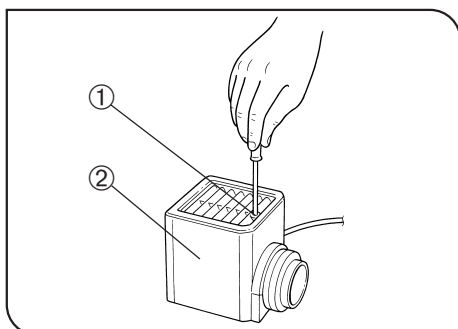

Abb. 14
(Abb. 14 bis 16)
5. Das Lampenhaus ② von oben aufsetzen. Die Feststellschraube ① anziehen und dabei kräftig nach unten drücken. (Abb. 14)